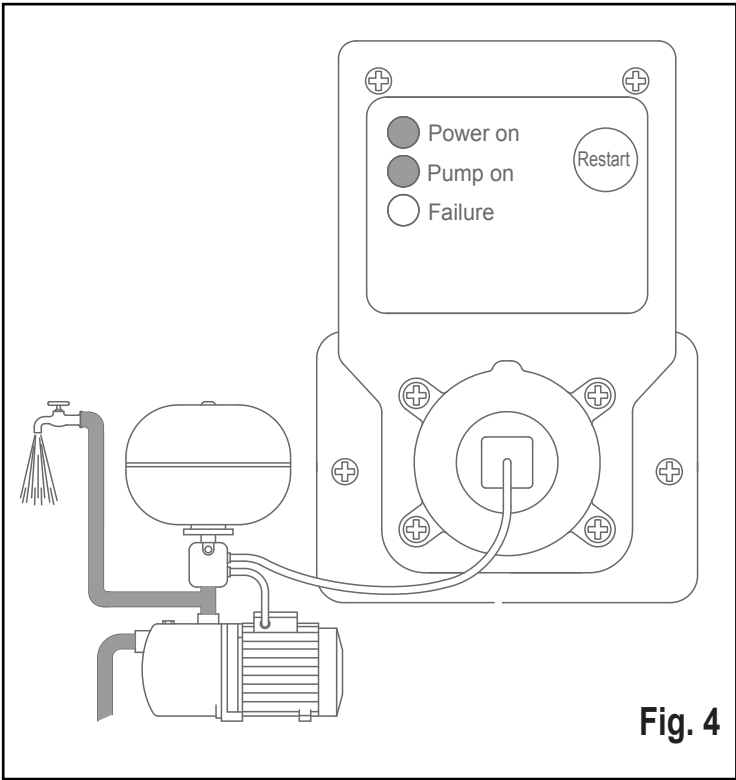

Fig. 4
- Wait a few seconds until the red “Failure” Led turns off. The motor data have been acquired and the device is now capable of protecting the pump (Figure 4).
Les données du moteur ont été saisies et l'appareil est maintenant en mesure de protéger la pompe (Fig. 4).
- Warten Sie einige Sekunden, bis die rote Led „Failure“ sich ausschaltet. Die Motor daten wurden erfasst und das Gerät kann jetzt als Schutzvorrichtung für die Pumpe dienen (Abb. 4).
- Aguarde unos segundos a que el Led rojo “Failure” se apague. Los datos del motor han sido adquiridos y el aparato ya puede proteger la bomba (fig. 4).